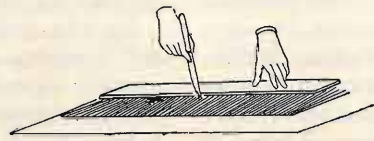

Fig. 1
2. Curva del rendimento di un circuito a cristallo secondo lo schema della fig. 1. Le ascisse rappresentano il numero di spire della derivazione.
3. Curve di sintonia ottenute con l'impiego del circuito di fig. 1. Le ascisse rappresentano la frequenza. La curva A è tracciata con derivazione alla 40ª spira, la B alla 30ª e la curva C alla 20ª.
Il circuito può essere quindi ricostruito come in fig. 3. Questo è equivalente a quello della fig. 1, con l'aggiunta della capacità antenna terra che nel primo non è segnata. L'aereo e la placca sono collegati fra le capacità aereo terra e la bobina. L'accoppiamento all'aereo e quello della reazione saranno perciò perfettamente eguali. Tale accoppiamento è parte induttivo e parte capacitativo. Esso si presenta perfettamente eguale a quello impiegato dal Loftin e Withe per ottenere un accoppiamento uniforme a tutte le frequenze della gamma. Infatti mentre la reattanza del condensatore diminuisce con la frequenza, quella dell'induttanza aumenta. L'accoppiamento sarà quindi capacitativo alle frequenze più basse della gamma, e sarà induttivo per quelle più elevate. Con valori della capacità scelti opportunamente si potrebbe infatti ottenere un accoppiamento costante su tutta la gamma. Ciò significherebbe poter far funzionare l'apparecchio al limite d'innesto su tutta la gamma ottenendo la massima amplificazione senza dover provvedere alla regolazione della reazione. Ma ciò non è possibile per una ragione: la capacità fra aereo e terra non si può scegliere arbitrariamente, ma dipende dalle caratteristiche dell'aereo; se le capacità non sono proporzionate giustamente l'accoppiamento non è costante. Sarà quindi necessario regolare la reazione almeno su una parte della gamma. Tale regolazione si effettuava nel circuito in questione mediante il reostato di accensione. Si potrebbe però anche effettuare con una capacità variabile inserita fra la placca e la bobina di sintonia, come in figura 4.
Per l'alimentazione in alternata si può usare un piccolo trasformatore da campanelli e la resistenza di griglia R1 va collegata nel circuito di fig. 1 alla massa, e così pure il catodo. Per l'alimentazione anodica si potrà usare un tipo di alimentatore qualsiasi che sia capace di dare una trentina di volta con una corrente di circa 4 o 5 mA. Tali alimentatori, che possono impiegare anche un triodo in luogo della raddrizzatrice, sono stati descritti ripetutamente sulla Rivista e sono già noti ai nostri lettori. Qualora si facesse seguire uno o due stadi di bassa frequenza l'alimentatore di questo tipo non sarebbe più sufficiente e converrebbe ricorrere ad un alimentatore normale che possa dare almeno una quarantina di milliampère e una tensione di 200 volta.
Fra i circuiti esaminati quello della fig. 1 presenta forse il maggior interesse per il dilettante e potrebbe essere impiegato ancor oggi con buon successo, specialmente quando si volesse passare con facilità da una gamma all'altra senza eccessive complicazioni del montaggio. Alimentato in alternata con un sistema di alimentazione regolare con impiego di una valvola raddrizzatrice normale e con uno stadio di bassa frequenza complementato, un apparecchio può dare ottimi risultati. È pure necessario prestare la massima attenzione al regolare funzionamento della reazione che va usata con precauzione per non recare disturbi.